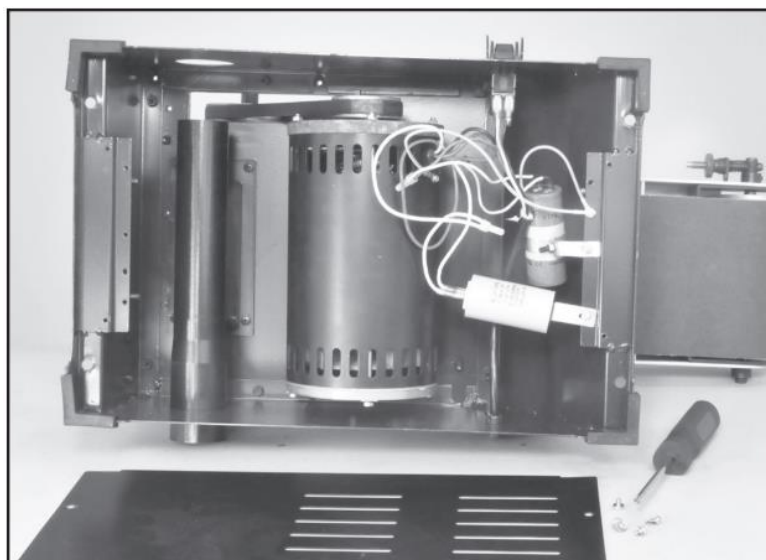

Рис.19
7. Осторожно наклоните шлифовальный станок в одну сторону, чтобы избежать повреждения машины. Отвинтите четыре оставшихся винта и снимите крышку основания. Рис. 19.